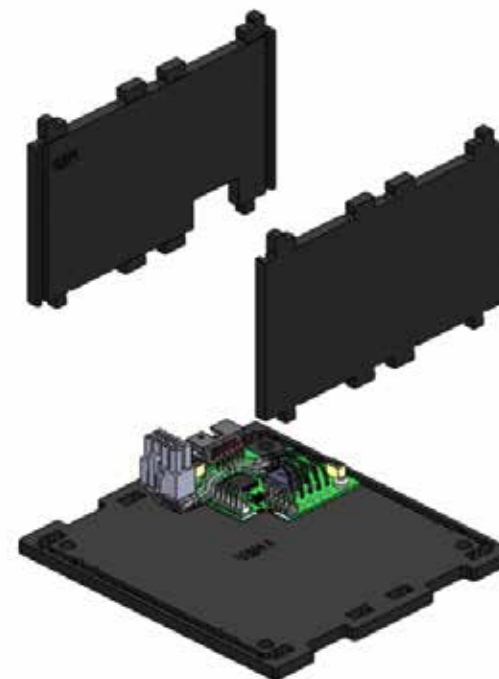

Рисунок 55. Установка боковых стенок
2) Установить боковые стенки на нижнее основание. Для этого совместить выступы боковых стенок с отверстиями в основании и защелкнуть (рисунок 55):